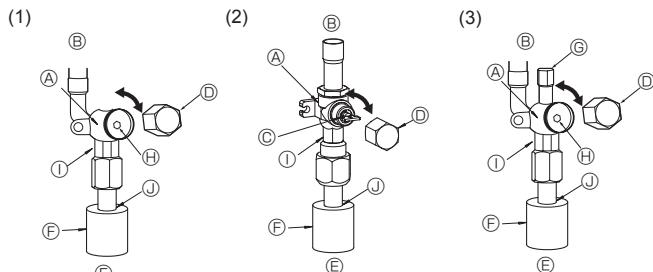
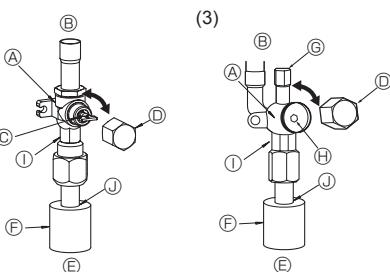
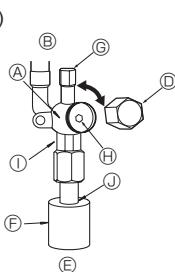

Fig. 4-6
Fig. 4-7
Fig. 4-8
(1) Сторона с газом SW75 (Fig. 4-6)
- ① Снимите колпачок и поверните шток золотника против часовой стрелки до упора, используя для этой цели 5 мм шестиугольный гаечный ключ. Прекратите поворачивать шток в момент, когда тот достигнет стопора. (φ15,88: Приблизительно 13 оборотов)
- ② Убедитесь в том, что запорный кран полностью открыт, и поверните колпачок в первоначальное положение.
(2) Сторона с газом SW100, 200 (Fig. 4-7)
- ① Снимите колпачок, потяните ручку на себя и поверните на 1/4 оборота против часовой стрелки для открытия.
- ② Убедитесь в том, что запорный кран полностью открыт, надавите на ручку и поверните колпачок в первоначальное положение.
(3) Сторона с жидкостью SW75-200 и сторона с газом/жидкостью SW40-75 (Fig. 4-8)
- ① Снимите колпачок и поверните шток золотника против часовой стрелки до упора, используя для этой цели 4 мм шестиугольный гаечный ключ. Прекратите поворачивать шток в момент, когда тот достигнет стопора. (φ9,52: Приблизительно 10 оборотов)